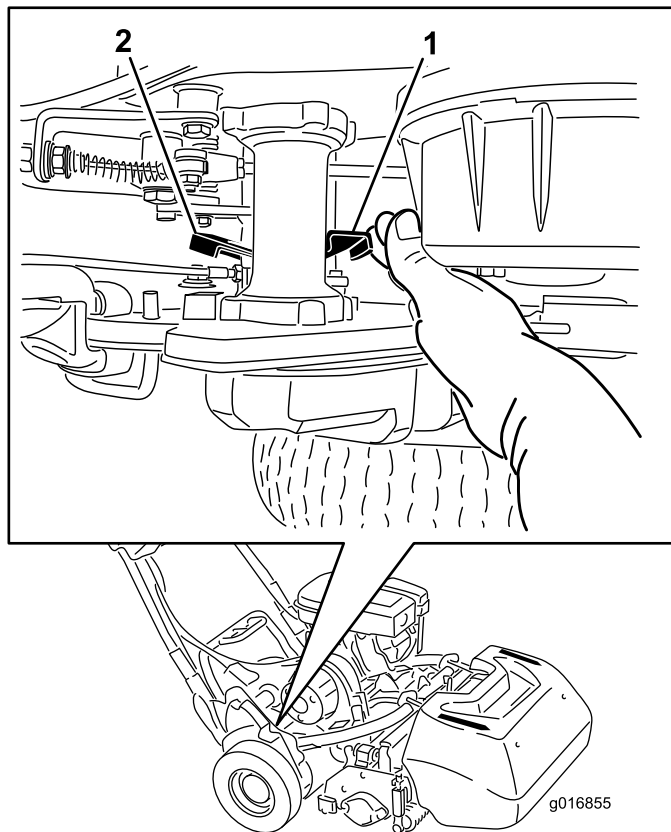

图28
- 在机器的右后角、找到靠近驱动装置壳体轮鼓的牵引接合/分离控制杆（图28）。